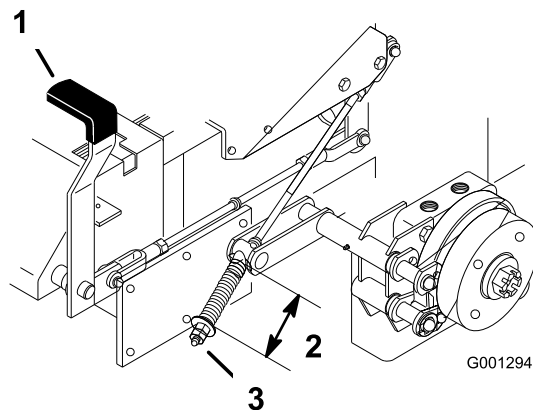

Bild 69
2. Messen Sie die Länge der Feder. Der Abstand zwischen den Scheiben sollte 64 mm betragen (Bild 69).
3. Falls Sie eine Einstellung vornehmen müssen, lösen Sie die Feststellbremse, lockern die Klemmmutter unter der Feder und stellen die Mutter direkt unter der Feder ein (Bild 69). Drehen Sie die Mutter, bis Sie den korrekten Messwert erhalten. Drehen Sie die Mutter nach rechts, um die Federlänge zu verkürzen und nach links, um die Federlänge zu erhöhen.